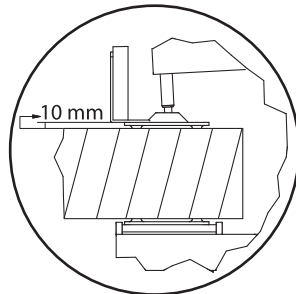

Fig. 2
8) **Staffa supporto asse applicata su piastra autoposizionante:** consente il supporto ed il fissaggio dell'elemento di protezione nei punti più vicini al piano di calpestio e impedisce la caduta accidentale di oggetti rispettando le quote minime previste dalla normativa UNI EN 13374:2004 (*vedi fig. 2*).